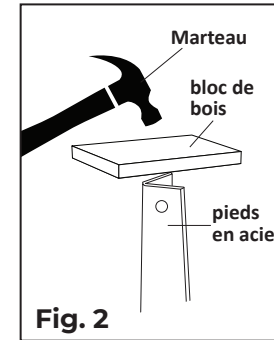

Fig. 2
3. Use a hammer and a block of wood to drive each leg into the tapered socket until it is secure (see Fig. 2).
- À l'aide d'un marteau et d'un bloc de bois, enfoncez chaque pied dans la douille conique jusqu'à ce qu'il soit bien fixé (voir la fig. 2).